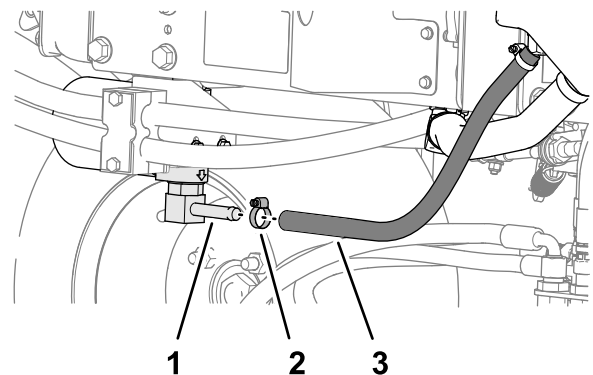
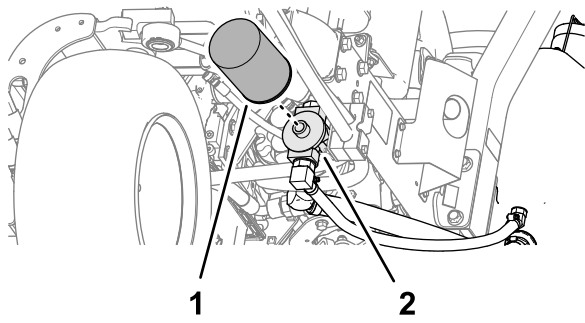

Figure 89
Figure 90
2. Débranchez le flexible hydraulique (Figure 89) ou déposez le filtre hydraulique (Figure 90) et faites couler le liquide hydraulique dans un bac de vidange.